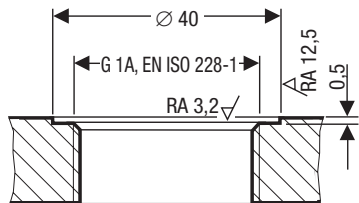

Fig. 6
Den Niveauschalter nur senkrecht einbauen. Die Dichtflächen vom Gewindestutzen oder Flanschdeckel müssen gemäß **Fig. 6** technisch einwandfrei bearbeitet sein!
6. Prüfen Sie die Dichtflächen. **Fig. 6**
7. Legen Sie den beiliegenden Dichtring **23** auf die Dichtfläche des Gewindestutzens oder des Flanschdeckels. **Fig. 6**